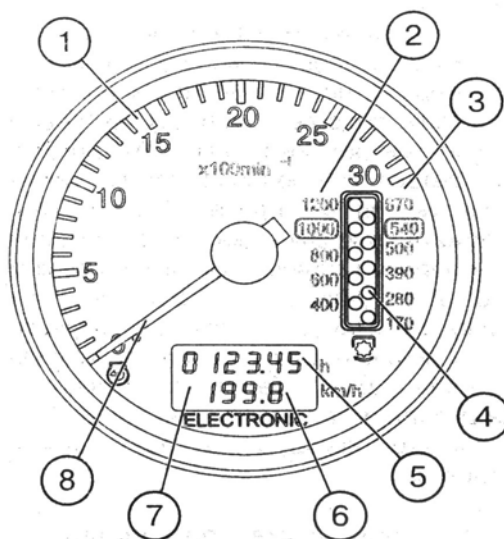

Рис. 1. Тахоспидометр (Р1):
1.1 Тахоспидометр AP70.3813 (рис. 1)